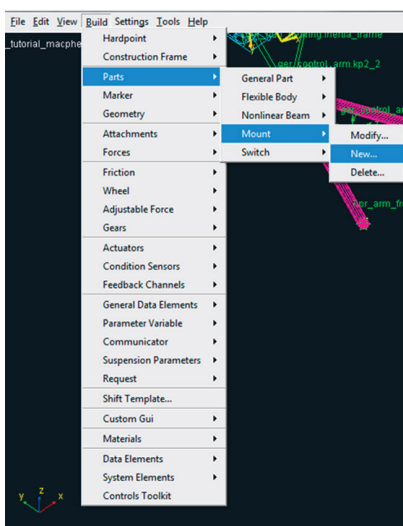

Figura 4.73 – Criando um novo *Mount*.
- Para criar um novo *Mount*, acesse o menu *Build* → *Parts* → *Mount* → *New* (Figura 4.73).